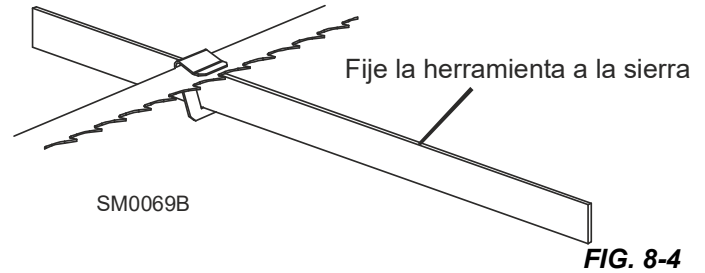

FIG. 8-4
2. Enganche la herramienta de alineamiento a la sierra. Vea FIG. 8-4.